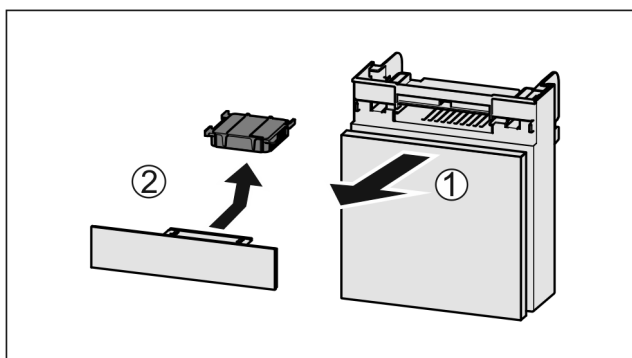

Fig. 158
- Издърпайте Fig. 158 (1) напред отделениято.
- Извадете Fig. 158 (2) филтъра с активен въглен.